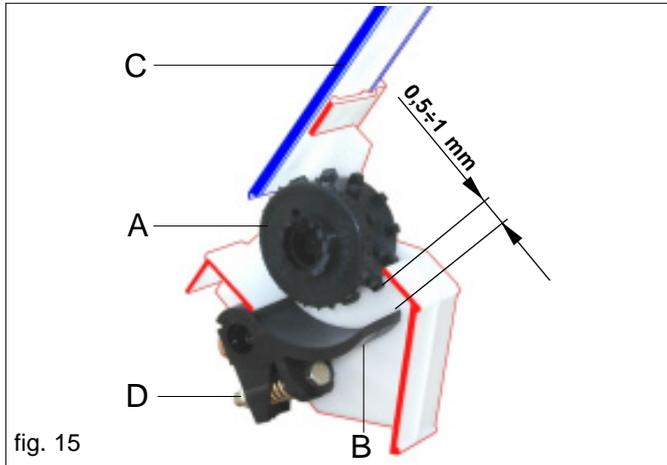
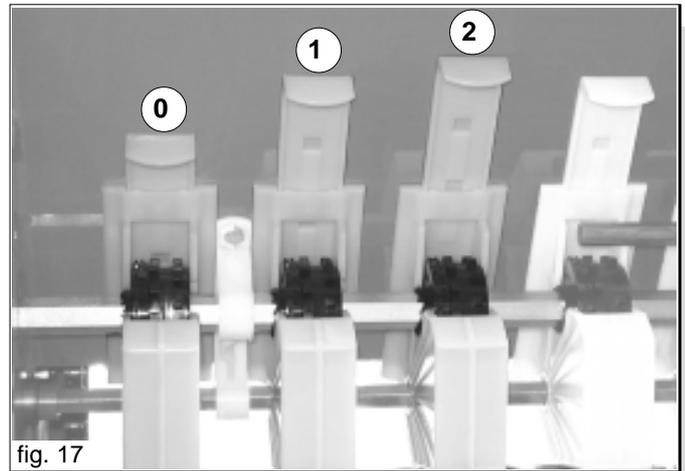

fig. 15
fig. 17
Befinden sich die Abtaster (B Abb. 15) in der richtigen Position, so gewährleisten Sie eine kontinuierliche und konstante Verteilung des Saatguts.
Für eine optimale Saatgutausstreuung ist regelmäßig die Position der Abtaster (B) zu kontrollieren: der Abstand zwischen dem Taster und der Särolle (A) wird durch eine Mutter (D) bis $0,5 \div 1$ mm (Abb. 15).
Je nach Saatgut muß vor der Aussaat der geeignetste Särollentyp (A Abb. 15) gewählt werden. Die Maschine ist mit Rollen für kleine, mittelgroße und große Samen ausgestattet. Die Säapparaturrolle wird unter Beachtung der in der Tabelle 4 (Seite 40) aufgeführten Anleitungen ausgewählt. Zur Auswahl der Rolle mit kleinen Zähnen muß der mitgelieferte Schlüssel (Abb. 16) in das Loch auf der linken Seite der Rolle eingesetzt werden und die Schubsperrung muß nach außen gedrückt werden.
Die blätter zum Verschluss (C Fig. 15) der Samenausgangsstützen des Trichters haben **drei Einstell-positionen** (Abb. 17).
Die Aussaattiefe wird mit einer Kurbel gleichzeitig für alle Scharren eingestellt. Beim Drehen dieser Kurbel (Abb. 17) im Uhrzeigerrichtung üben die Scharren mittels der Zugfedern einen größeren Druck auf den Boden aus und das Saatgut fällt automatisch tiefer in den Boden.